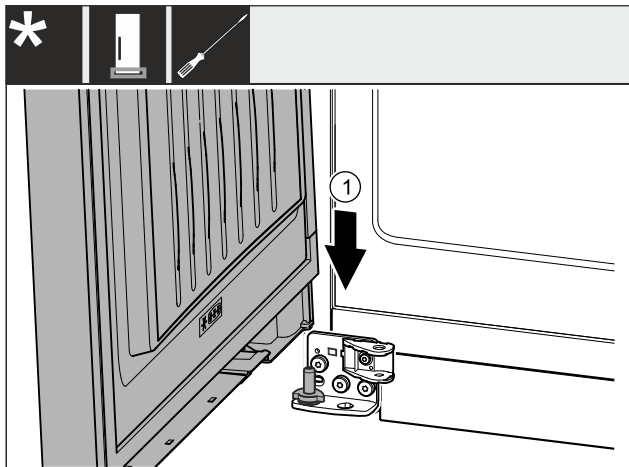

Fig. 30
- ▶ Dveře nasadte shora na dolní ložiskový čep. Fig. 30 (1)